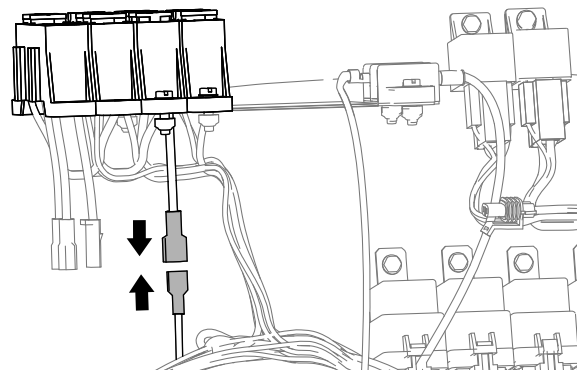

図 21
1. 車両用のヒューズブロックにブレード形コネクタが付いている車両の場合には、仕上りキット用ハーネスについているブレード形コネクタを車両のヒューズブロックのソケットに接続する 図 21。